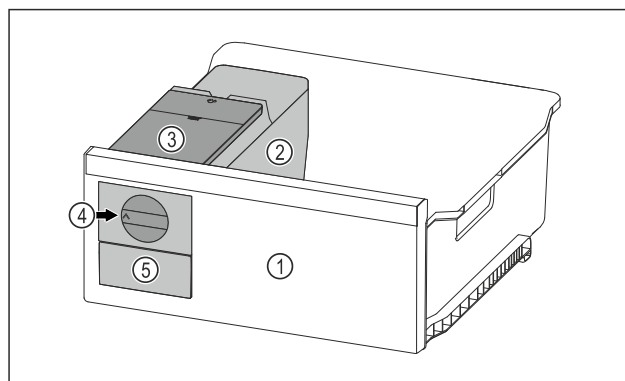

Fig. 108 Példaként szolgáló ábrázolás
- A forgógombot Fig. 108 (4) ütközésig forgassa el az óra járásával egyező irányban.
- A jégkockák a jégkockatartóból a jégkockafiókba Fig. 108 (5) hullanak.